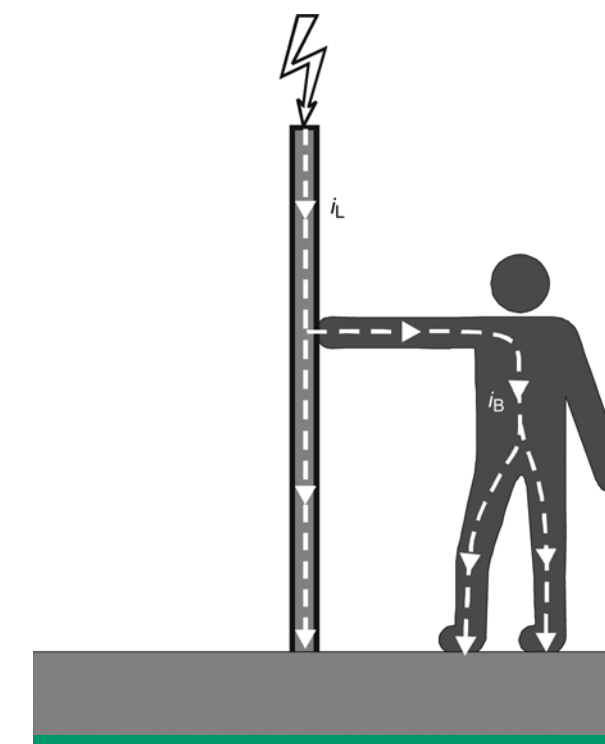

Figura 3. Tensión de contacto (mano-pies)
La tensión resultante del contacto de la persona en el punto del contacto personal (figura 3) está determinada por los componentes resistivo e inductivo [5], según la ecuación siguiente:
- » i_l : corriente que atraviesa la estructura vertical (figura 3)